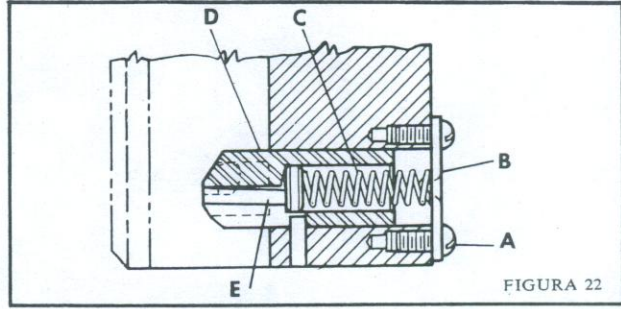

FIGURA 22
El extremo del alambre debe sostenerse firmemente mientras se corta con la cuchilla cortadora. Esta función es realizada por el émbolo del formador (índice E, figura 24) en aquellas máquinas engrapadoras equipadas con émbolo del formador o por la clavija del sujetador de alambre (índice E, figura 22) en aquellos modelos que poseen el yunque del tipo sujetador. Sin la presión ejercida sobre el alambre por el émbolo del formador o el yunque del tipo sujetador, el alambre saltará hacia delante. Esto es causa de (1) una pata izquierda corta en la grapa o (2) una pata derecha larga en la grapa o (3) que el alambre salga del yunque (índice B) en forma de pieza recta o (4) que el alambre se incline hacia un lado de modo que no se alinee con la estría en las patas del formador (índices C y D).